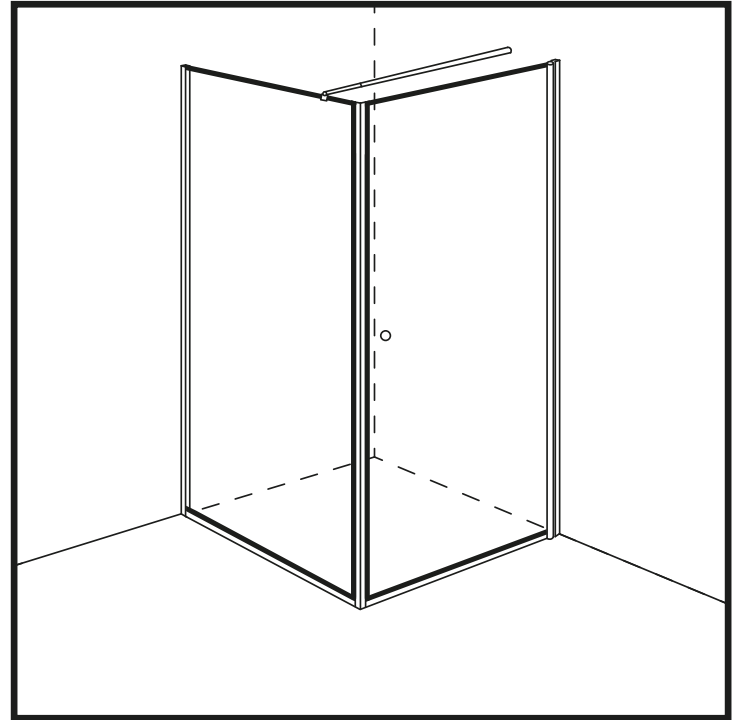

Abbildung 19
47. Entfernen Sie die Blöcke unter dem Glas. (Abbildung 19)